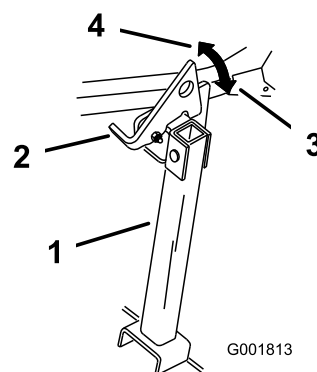

Figure 48
2. Relevez le verrou en position déverrouillée (Figure 48).